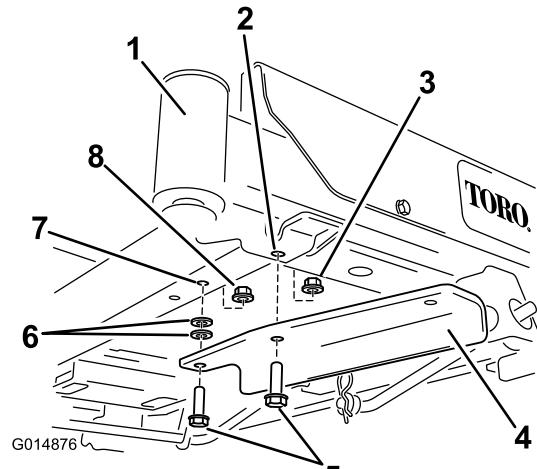

Figure 6
- Pour les machines sans pédale d'aide au relevage : Fixez le support au moyen de deux boulons (3/8 x 1-1/4 pouces), deux rondelles et deux contre-écrous (3/8 pouce) (Figure 6). Un contre-écrou provient des pièces détachées et l'autre a été déposé précédemment et est réutilisé.